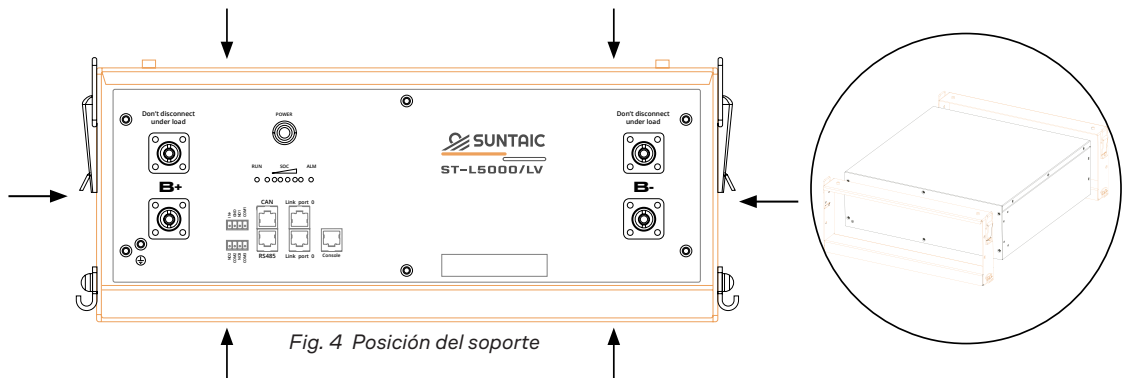

Fig. 4 Posición del soporte
1.2 Como se muestra en la figura (Fig. 4), coloque los dos brackets en la parte **delantera y trasera** del módulo y, a continuación, sujete el módulo.